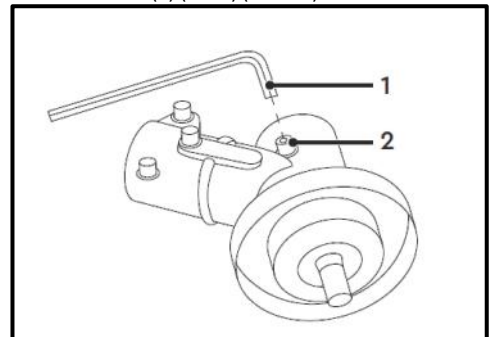
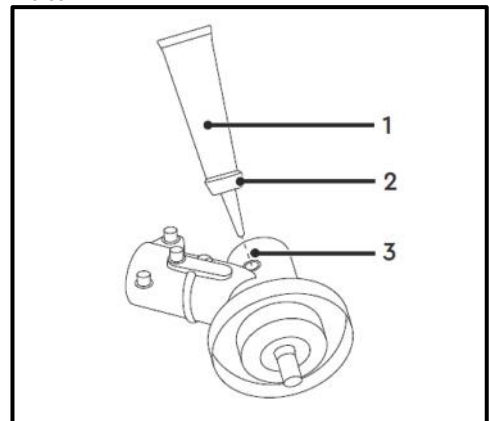

Рис. 33
Рис. 34
- Ключем (1) (5 мм) відгвинтіть гвинт (2) (Рис. 33).
- Додайте мастило в отвір (3). Для зручності введення мастила нагвинтіть на тубик (1) ковпачок (2) (Рис. 34).
- Встановіть гвинт в отвір (3) (Рис. 34) та затягніть його ключем (1) (5 мм) (Рис. 33).